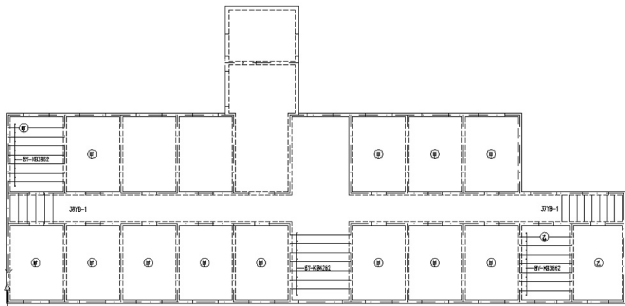

图 5.31 绘制配板编号
用相同的方法标出标准层结构平面图(附图2.5)内④、⑤与⑩、⑪轴线及③、⑥与⑥、⑦轴线所围合的宿舍和走廊内的配板符号和配板编号,结果如图5.31所示。